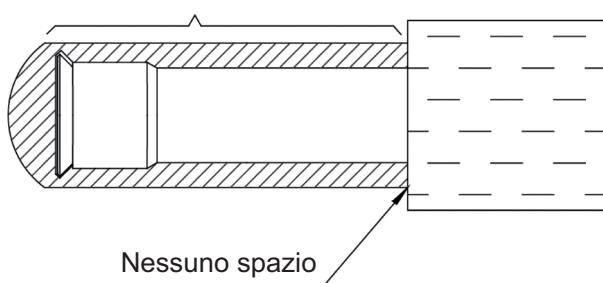
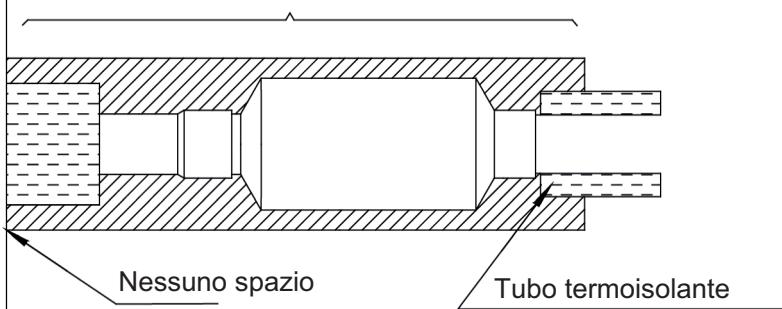

Fig. 4.2.14
Fig. 4.2.15
- 4) I giunti delle Unità Interna ed Esterna devono essere avvolti con materiale isolante e non devono essere lasciati spazi vuoti sulle superfici delle Unità Interna ed Esterna. Fare riferimento alle Fig. 4.2.13, Fig. 4.2.14 e Fig. 4.2.15.